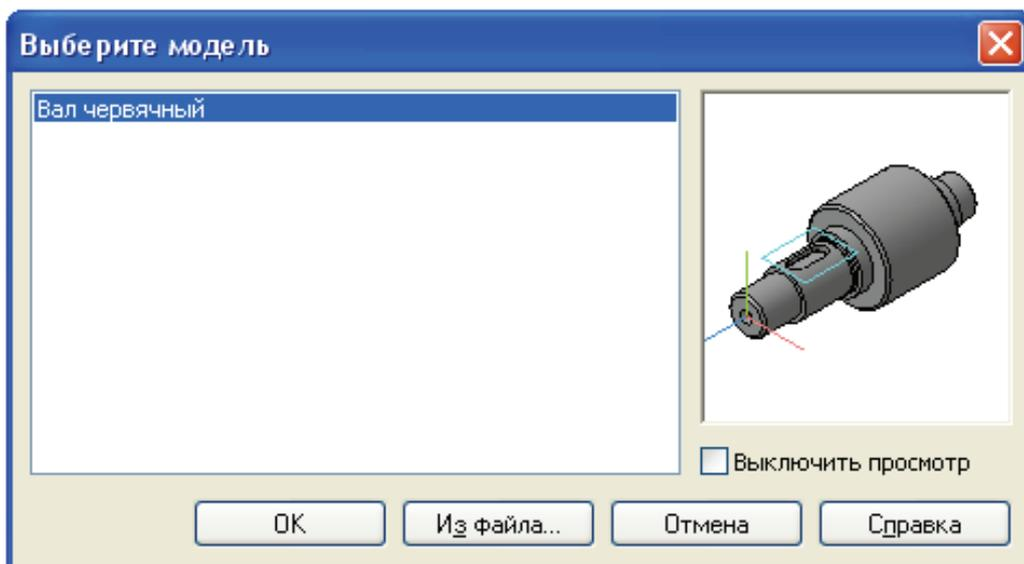

Рис. 8.8
- Если файл детали **Вал** открыт, просто нажмите **ОК**. В противном случае нажмите кнопку **Из файла** и укажите файл детали (рис. 8.8).